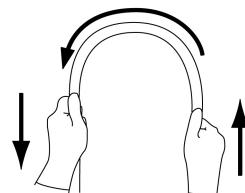

図1
- 2.挿入部を両手で持ち、全長にわたって図1に示すように順次半円の頂点をずらすように曲げたときに、適切な軟らかさを有しております、軟らかさが不連続になっているなどの異常がないこと。